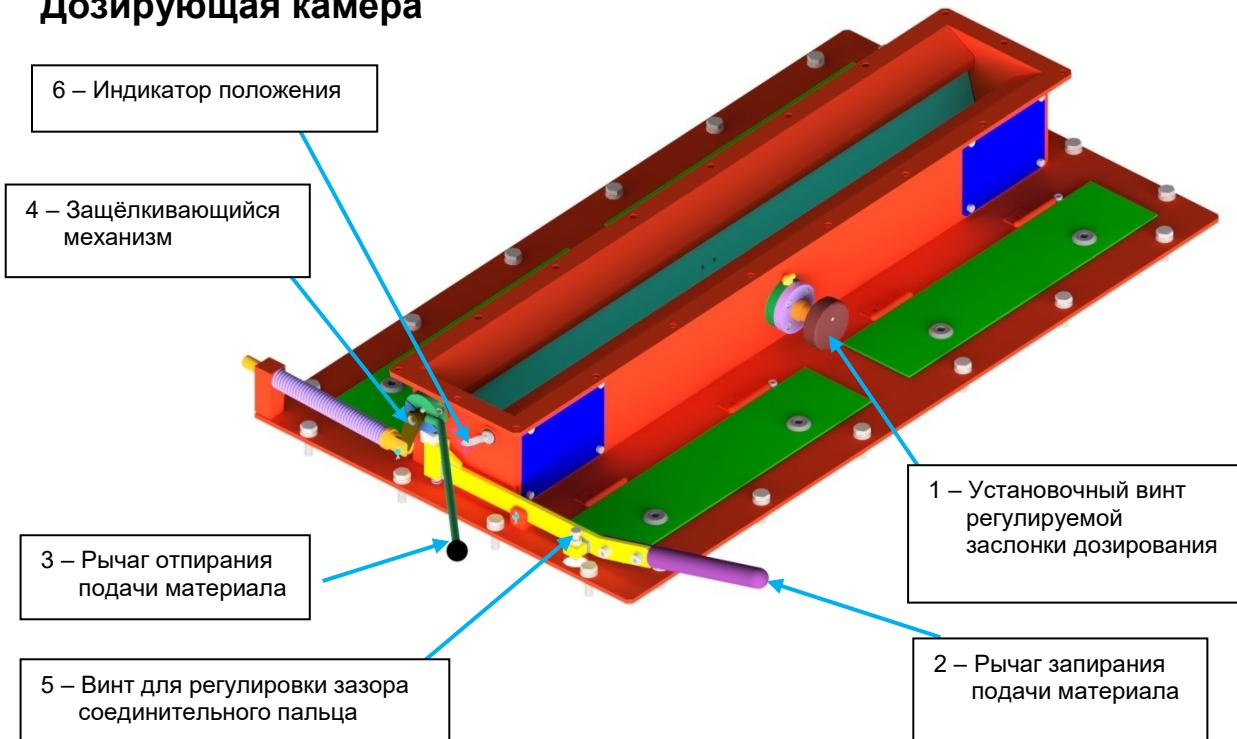

Рис. 15
Убедитесь, что шиберные заслонки находятся в положении «закрыто», для чего рычаг блокировки подачи материала – **Рис. 15** (2) поверните вверх. Собственно начало работы плющилки начинается после запуска двигателя трактора и включения вала отбора мощности (вальцы начинают вращаться).
Уменьшение зазора между вальцами рекомендуем осуществлять путём медленного вращения, желательно при выключенной подаче материала (рычаг запирания – **Рис. 15** (2) направлен вверх). Движение вальцов происходит против движения обрабатываемого материала и может произойти мгновенный отскок вальцов.
Количество входного материала, проходящего между дробильными вальцами, регулируется системой двух заслонок в дозирующей камере (**Рис. 15**), расположенных в горловине загрузочной воронки каждой вальцовой мельницы. Первая заслонка является запорной и имеет только два положения – «открыто» или «закрыто». Запорная заслонка оснащена защёлкивающим механизмом (4) и управляется с помощью двух рычагов. При переводе рычага отпирания (3) вниз (до защёлкивания фиксатора) запускается подача материала на дробильные вальцы, при переводе рычага запирания (2) вверх подача материала прекращается. Вторая заслонка – регулируемая (дроссельная), управляет объёмом материала, который поступает в зазор между вальцами при подаче материала. Для управления данной заслонкой служит установочный винт (1), расположенный в центре горловины загрузочной воронки. Положение, в котором находится регулируемая заслонка, отображается индикатором положения регулируемой заслонки со шкалой (6), расположенным с левой стороны загрузочной воронки. Приведённые на шкале цифры имеют только ориентировочный характер.
Дробление начинается медленным движением рычага отпирания подачи материала на каждой мельнице – **Рис. 15** (3). Тонкость помола можно контролировать с помощью заборного зонда на обеих вальцовых мельницах (**Рис. 16**), доступ к которому осуществляется сбоку установки под крышкой зубчатых колёс (контроль помола можно проводить также и во время работы установки). В целях предотвращения произвольного выдвижения заборный зонд снабжён замком, поэтому его необходимо вначале повернуть на 180° против часовой стрелки, подождать пока он заполнится и только потом его вынуть. Зонд вставляйте только для контроля дроблённого материала, не оставляйте его в вальцовой мельнице во время текущего рабочего процесса. Если тонкость помола не соответствует требованиям, то её можно исправить регулировкой вальцов – см. раздел III, глава 2.
Для приостановки работы или завершения рабочего процесса, прежде всего, остановите подачу материала к дробильным вальцам. Для этого рычаг запирания –**Рис. 15** (2) переведите вверх и дождитесь, когда материал в вальцовых мельницах переработается. Прекратите также подачу зерна в бункер. Остановите дозирование консерванта (в соответствии с отдельным руководством). Далее отключите привод вала отбора мощности в ведущем тракторе.